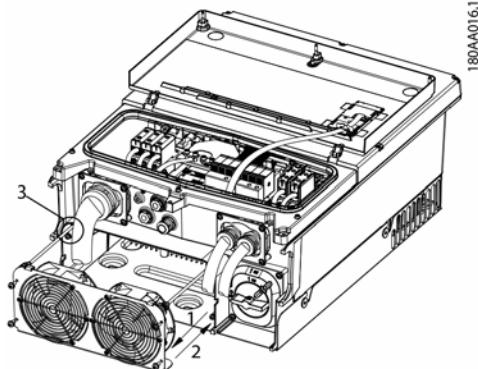

図 1.4
5. ファンユニットを取り出します。図 1.4 の (1) と (3) を参照してください。
1. 2 本の黒いケーブル（左右の端に 1 本ずつ）をパワーコンディショナの底の隙間から通します。図 1.4 の (3) を参照してください。
2. 新しいファンユニットを挿入します。図 1.4 の (2) を参照してください。ファンユニットを支えたまま、パワーコンディショナの内側にケーブルを引き込みます。4 本のネジを 2.5 Nm のトルクで締めます。